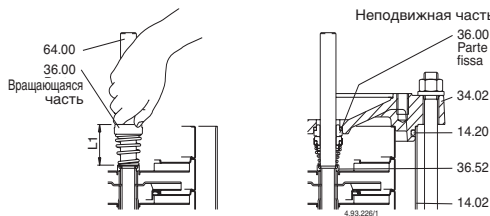

Рис. 5 Установка механического уплотнения
7. снять верхнюю крышку (34.02) с вала (64.00) и наружного кожуха (14.02) – или вместе с наружным кожухом извлечь из корпуса насоса (14.00) – используя молоток или рычаг и выполняя извлекающие движения поочередно в диаметрально противоположных точках (рис. 5с).
Насадите вращающуюся часть на вал (64.00) до упорного кольца (36.52), оставляя пружину в разжатом состоянии. Проверьте длину до и после насадки и поднимите вращающееся кольцо до начальной длины (L1 на рис. 5). Таким образом обеспечивается правильное сжатие пружины при установке неподвижной части и после закрепления вала в соединении (L2 на рис. 6б).